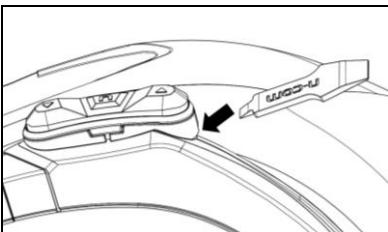

Fig. 26
- Extraer el teclado de la calota, abrir según aparece en la Fig. 26.